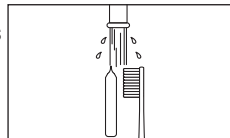

Fig. 14
- 3) Après avoir utilisé la clé, nettoyez toutes les surfaces externes de la clé avec une brosse à dents souple pendant 15 secondes ou plus. (Seulement pour Z95L) (Fig. 14)